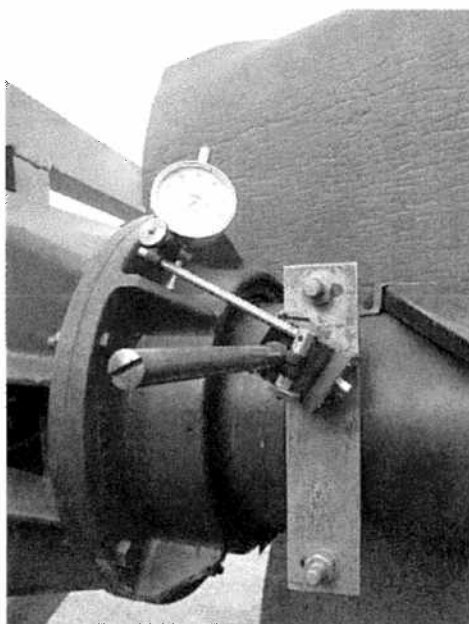

Bild 8.
- Ställ magnetstativet på plattan och arrangera mätklockan enligt bild 8.